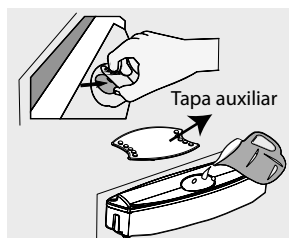

Figura 28
- Llene el tanque del dispensador como lo indica la figura 28, levantando la tapa tanque auxiliar.